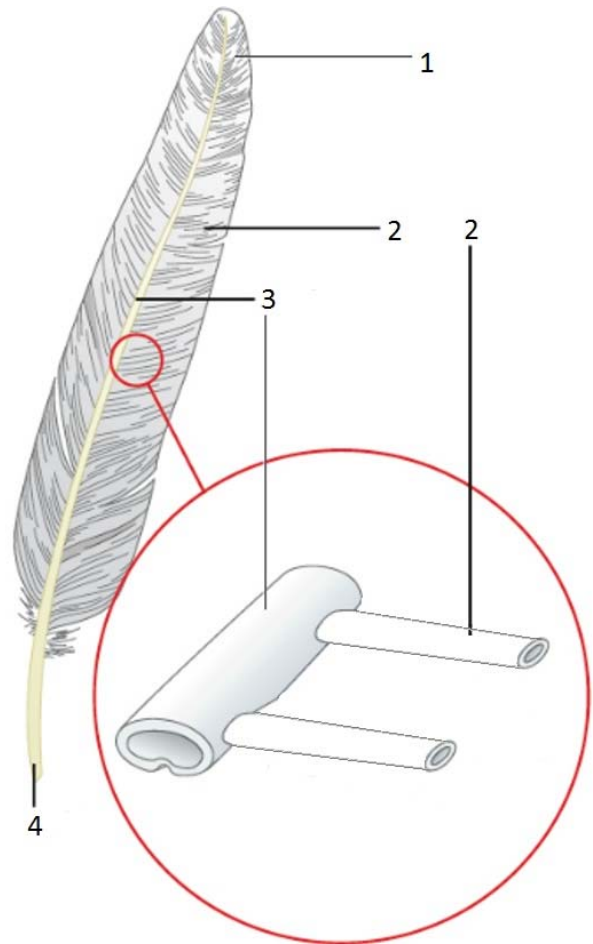

Abb. 1: Aufbau einer Schwungfeder
- Beschrifte die Strukturen 1 – 4 in Abbildung 1.
- Untersuche dazu die aufgerissene Fahne unter einer Stereolupe. Skizziere, was du siehst im Lupenausschnitt in Abbildung 1.